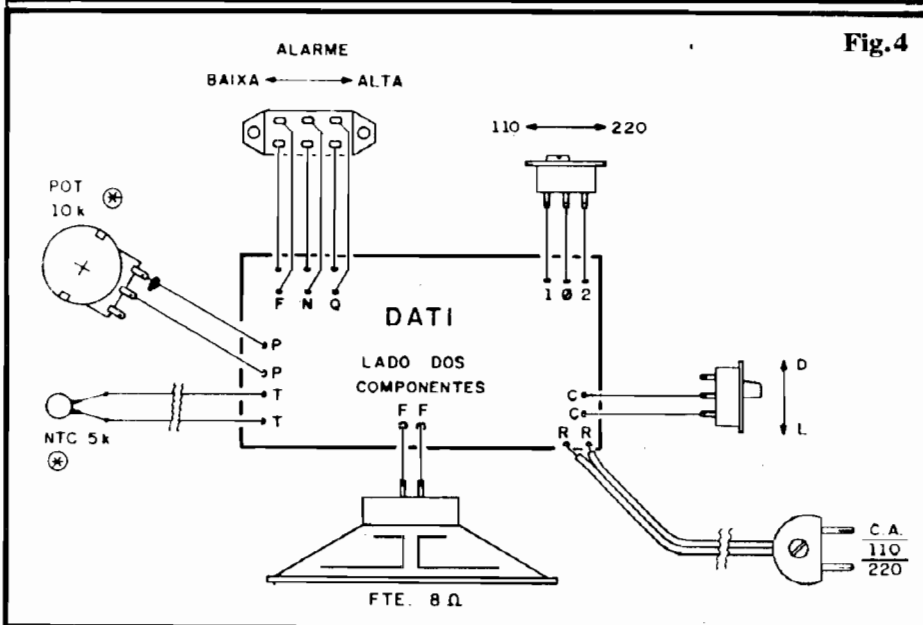

Fig.4
- FIG. 4 - LIGAÇÕES PERIFÉRICAS - As conexões externas à placa são vistas na figura, onde a placa é mostrada pelo seu lado não cobreado (assim como ocorreu na ilustração anterior...). Observar as ligações ao potenciômetro (apenas dois dos seus terminais precisam ser ligados), que é visto pela traseira. Notar as conexões às chaves L-D (liga-desliga) e "110-220" (para adequação à Tensão da rede local), as quais são acompanhadas de setas que indicam inclusive o sentido de acionamento dos controles... O ponto mais importante, contudo, refere-se às ligações da chave de função do alarme (alarme de "baixa" e alarme de "alta", conforme indica a seta de acionamento...): seus 6 terminais devem ser ligados às respectivas ilhas/furos **rigorosamente** conforme mostrado, já que a mínima inversão nessas conexões "embananará" totalmente o funcionamento do DATI... O NTC (muito provavelmente ligado à placa em condição "remota", por um cabinho paralelo relativamente longo...) e